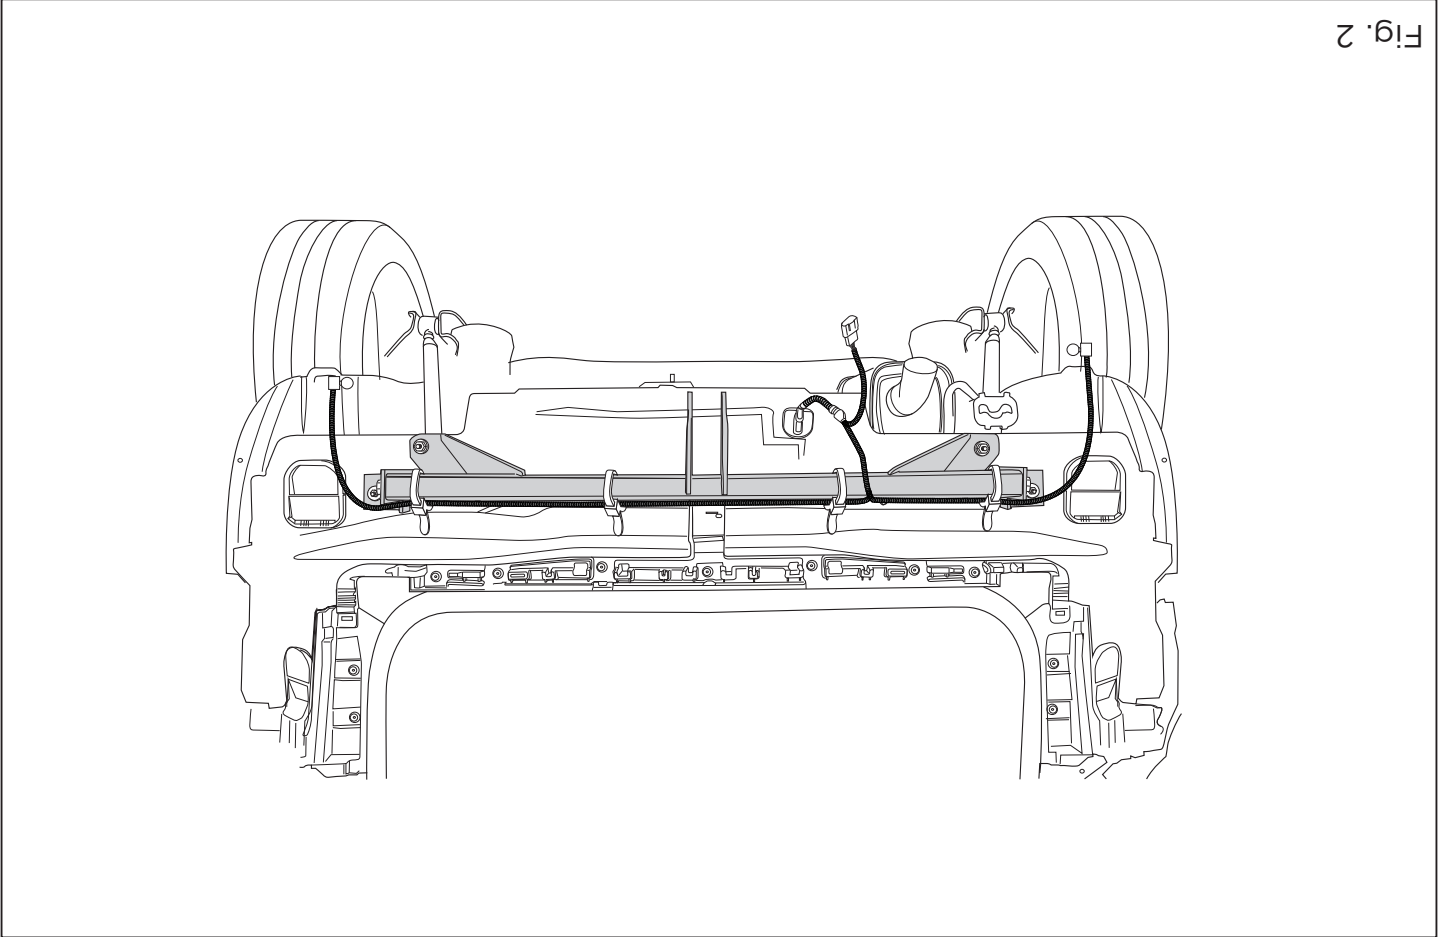

Fig. 2
13. Attach the cables with tie-wraps. See figure 2.
14. Die Kabel mit Kunststoffklemmband festbinden. Siehe Abbildung 2.
13. Lier les câbles ensemble avec des attaches en plastique). Voir la figure 2.
13. Фиксация кабелей с помощью болтов. См. рис. 2.